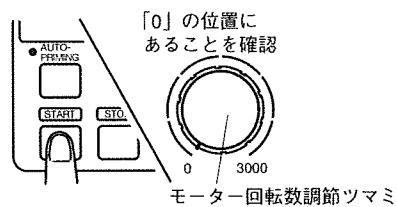

図4
5. 血液流出側ラインをクランプし、遠心ポンプコントローラーのモーター回転数調節ツマミが「0」の位置にあることを確認して、「START」（スタート）スイッチを押す。（図4）